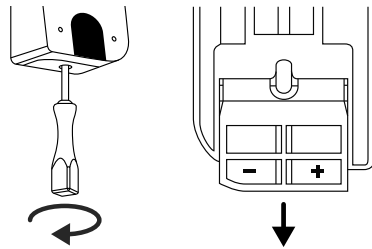

Fig. 3
③ Retire los tornillos de la parte inferior del teclado con el destornillador Tx8 incluido en el suministro y extraiga el compartimento de la batería tirando hacia abajo (Fig. 3).